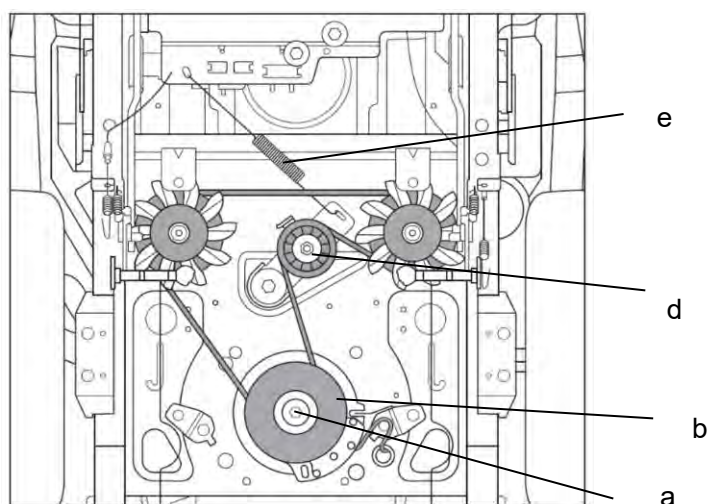

Fig.27B
3. Ta bort fästbultarna (a, Fig. 27B) på den elektromagnetiska kopplingen (b Fig.27B).
5. Ta bort spännhjulet (d, Fig .27B).
6. Ta bort dragfjädersn (d, Fig .27B).